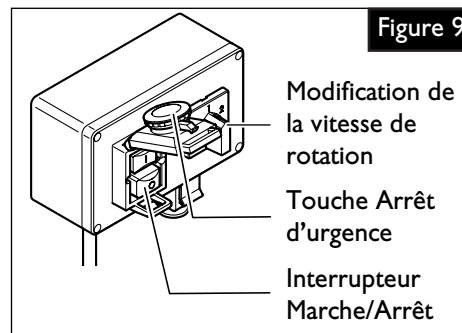

Figure 9
9.1 Mise en fonctionnement : (Figure 9)
9.2 Arrêt : (Figure 9)
9.3 Touche Arrêt d'urgence : (Figure 9)
9.4 Modifier la vitesse de rotation (Figure 9 – Modèles 2H).